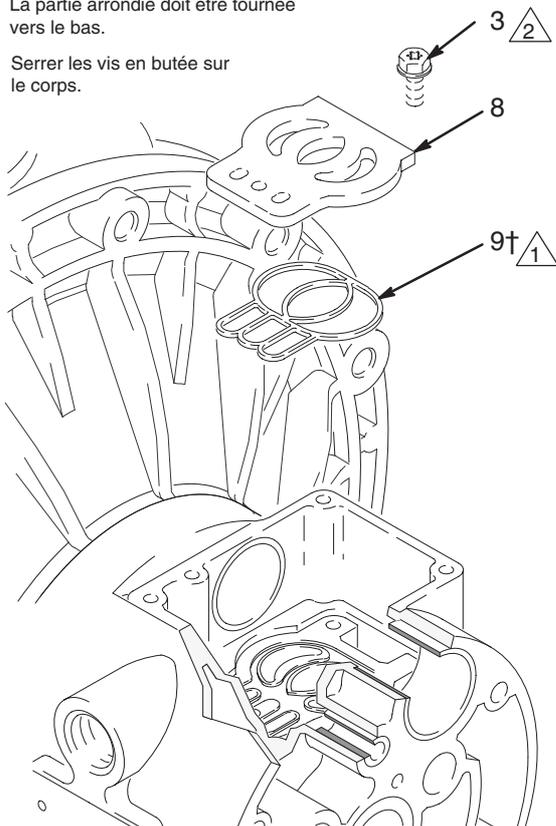

Fig. 9
5. Examiner la plaque (8) de la vanne d'air en place. Si elle est endommagée, utiliser un tournevis Torx (T20) ou une clé à douille de 7 mm pour retirer les trois vis (3). Retirer la plaque (8) et le joint (9). Voir Fig. 9.
2. Insérer le joint (9†) de la plaque de la vanne d'air dans la rainure située au fond de la cavité de la vanne d'air. La partie arrondie du joint **doit être tournée vers le bas** dans la fente. Voir Fig. 9.
3. Monter la plaque (8) de la vanne d'air dans la cavité. La plaque est réversible, de sorte que les deux faces peuvent être tournées vers le haut. Serrer les trois vis (3) à l'aide d'un tournevis Torx (T20) ou d'une clé à douille de 7 mm. Serrer jusqu'à ce que les vis viennent en butée sur la plaque. Voir Fig. 9.